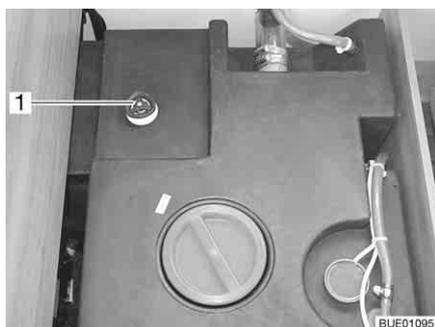
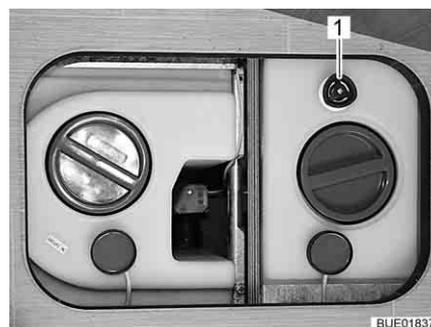

Fig. 233 Serbatoio dell'acqua con maniglia girevole (Viseo)
Fig. 234 Serbatoio dell'acqua con maniglia girevole (Elegance)
- Sul serbatoio dell'acqua ruotare la maniglia girevole (Fig. 233,1 o Fig. 234,1) in senso antiorario, oltre la resistenza verso l'esterno fino all'arresto, per aprire completamente l'apertura di scarico.